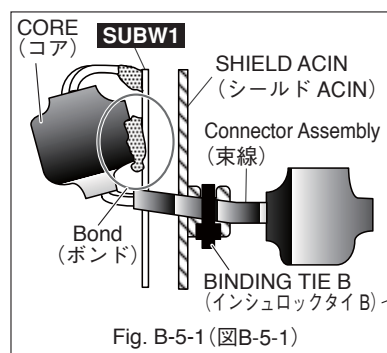
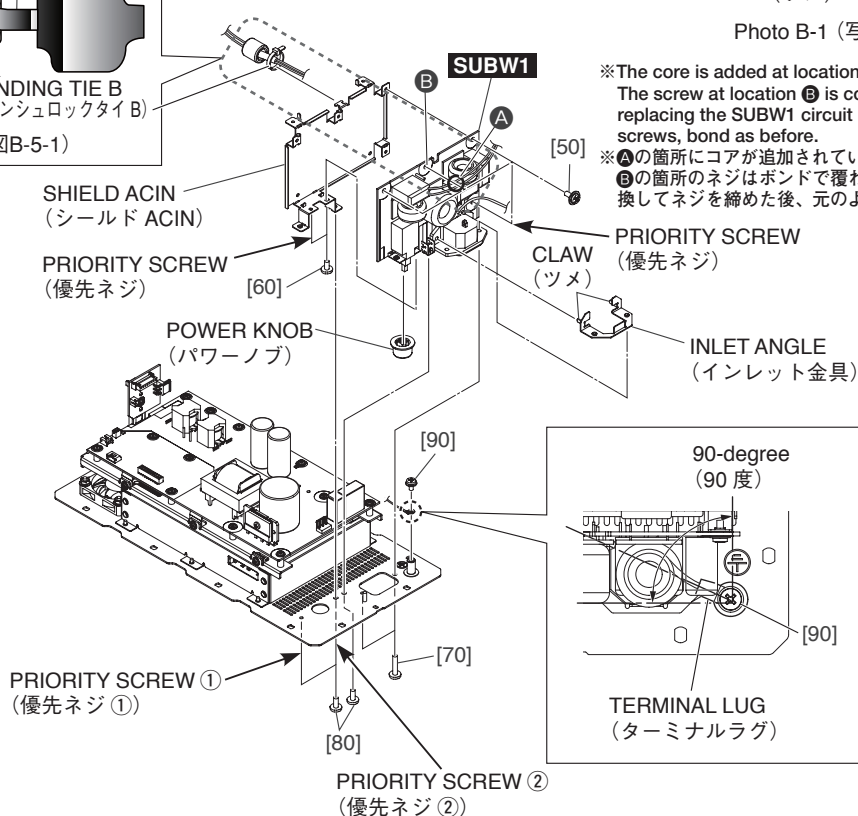

Fig. B-5-1 (図B-5-1)
Fig. B-5 (図B-5)
- B-6-4 Remove the two (2) screws marked [70], three (3) screws marked [80] and the screw marked [90]. The shield ACIN can then be removed together with the SUBW1 circuit board. (Fig. B-5)
- B-6-4 [70] のネジ 2 本と [80] のネジ 3 本、[90] のネジ 1 本を外して、SUBW1 シートと共にシールド ACIN を外します。(図 B-5)
- ※ シールド ACIN を取り付けるときは、優先ネジ 2 本を図に示す順番で先に締めてください。(図 B-5)
- ※ [90] のネジを取り付けるときは、ターミナルラグの向きが図の通り 90 度の範囲となるように締めてください。(図 B-5)
- * **When installing the shield ACIN, first tighten the two (2) priority screws in order as shown in Fig. B-5.**
- * **When installing the screw marked [90], tighten so that the terminal lug points within the 90-degree range as shown in Fig. B-5.**
B-6-5 Remove the four (4) screws marked [50] and two (2) screws marked [60]. The SUBW1 circuit board can then be removed from the shield ACIN. (Fig. B-5)
* **Be sure to remove binding tie B. Install as before binding tie B was removed. (Fig. B-5, Fig. B-5-1)**
* **When installing the SUBW1 circuit board, first tighten the two (2) priority screws as shown in Fig. B-5.**
B-6-6 Remove the power knob from the SUBW1 circuit board. (Fig. B-5)
B-6-7 Straighten the two claws of the inlet angle and remove the inlet angle from the SUBW1 circuit board. (Fig. B-5, Photo B-1)
* **The power knob and the inlet angle are not parts of the SUBW1 circuit board. When replacing the SUBW1 circuit board, remove the power knob and the inlet angle from the SUBW1 circuit board and install them to the new circuit board. (Fig. B-5)**
B-6-5 [50] のネジ 4 本と [60] のネジ 2 本を外して、シールド ACIN から SUBW1 シートを外します。(図 B-5)
取り付けるときは、インシュロックタイ B を取り外す前と同じように取り付けてください。(図 B-5、図 B-5-1)
※ SUBW1 シートを取り付けるときは、図に示す優先ネジ 2 本を先に締めてください。(図 B-5)
B-6-6 SUBW1 シートからパワーノブを外します。(図 B-5)
B-6-7 インレット金具のツメ 2 箇所をまっすぐに伸ばして、SUBW1 シートからインレット金具を外します。(図 B-5、写真 B-1)
※ パワーノブとインレット金具は、SUBW1 シートの構成部品ではありません。SUBW1 シートを交換する際には、SUBW1 シートからパワーノブとインレット金具を取り外して、新しいシートに取り付けてください。(図 B-5)